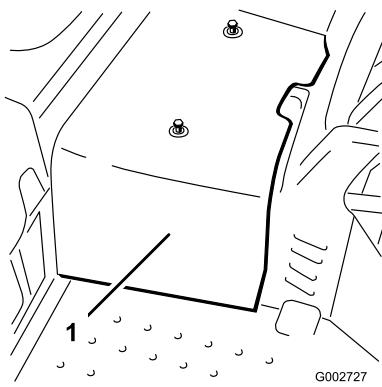

Figura 39
2. Allentate le 2 viti che fissano la protezione centrale alla macchina, e togliete la protezione (Figura 39).